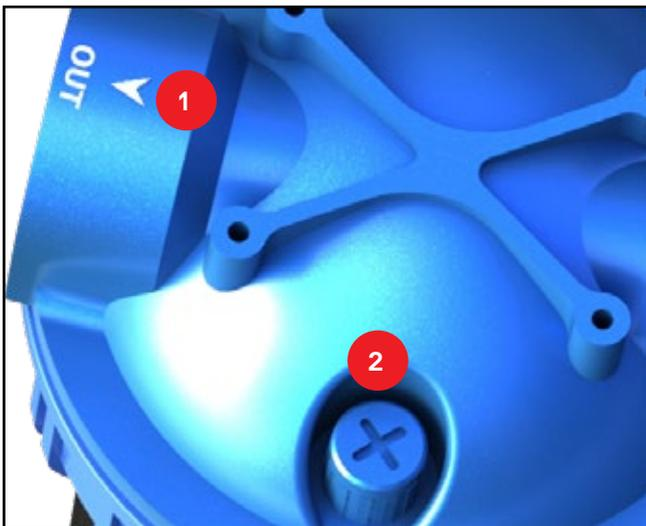
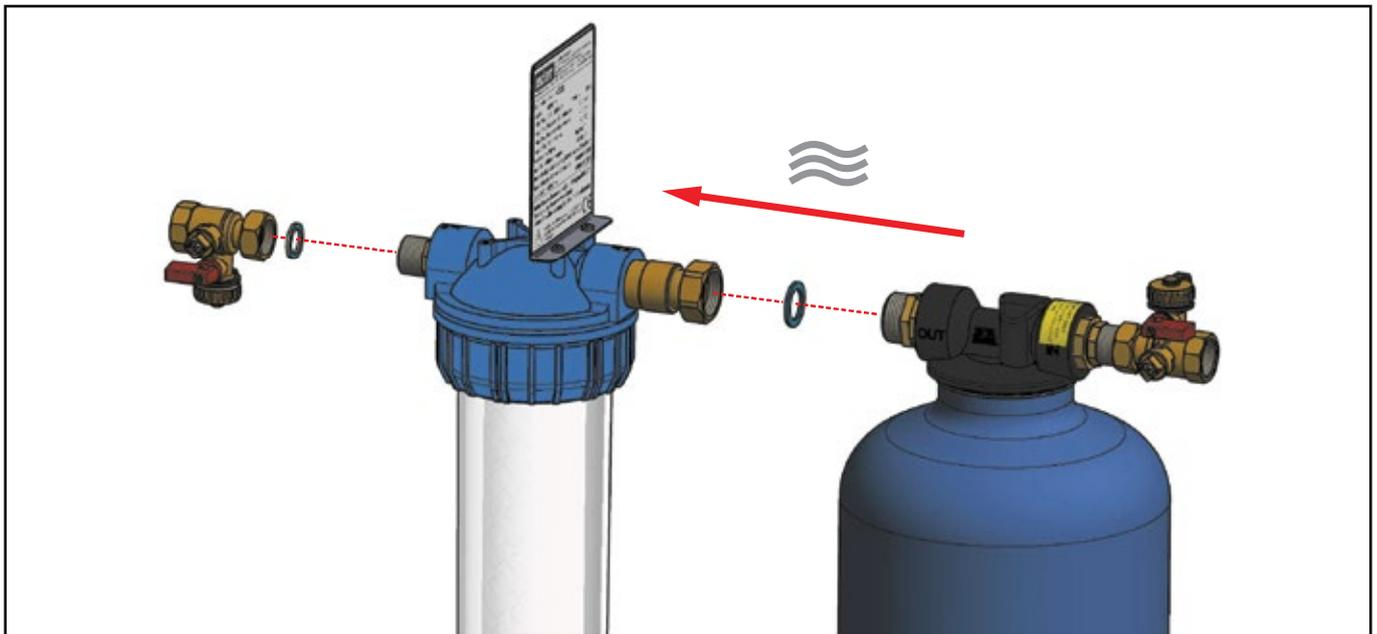

Abbildung 4: MWE/MVE Ausgang
Abbildung 9: Einzelteile MVE 14
- Abschnitt 4, Abb. 4, für MVE 14 siehe Abb.9 nachfolgend)